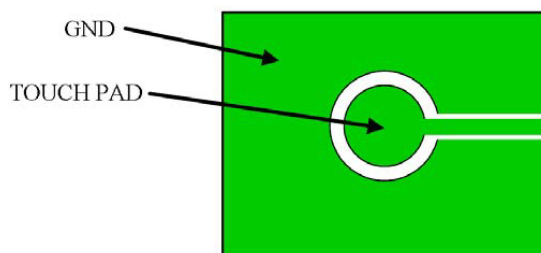

图 6 TOUCH PAD 参考画法
- (1)、Cj 指调节灵敏度的电容，电容值大小 0pF~75pF。
- (2)、VDD 与 GND 间需并联滤波电容 C0 以消除噪声，建议值 10uF 或更大。供电电源必须稳定，如果电源电压漂移或者快速变化，可能引起灵敏度漂移或者检测错误。
- (3)、TOUCH PAD 的形状与面积、以及与 TCH 引脚间导线长度，均会对触摸感应灵敏度产生影响。
- (4)、从 TOUCH PAD 到 IC 管脚 TCH 不要与其他快速跳变的信号线并行或者与其他线交叉。TOUCH PAD 需用 GROUND 保护，请参考图 6。